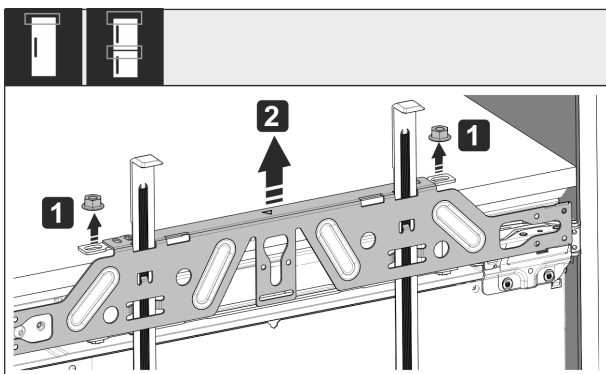

Fig. 54
- ▶ Defaceți contrapiulițele Fig. 54 (1).
- ▶ Detașați traversa de fixare Fig. 54 (2).